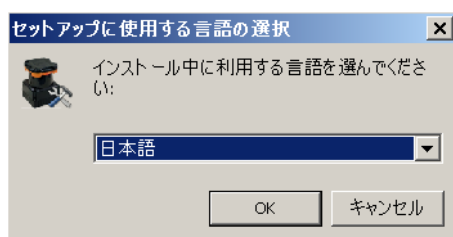

図 3.2-1 インストーラの言語選択ウィンドウ
1. 入手した「UrgBenri」のインストーラをダブルクリックすると、図 3.2-1 のウィンドウが表示され、インストール時の言語を切り替えることができます。希望の言語に設定し、「OK」をクリックします。